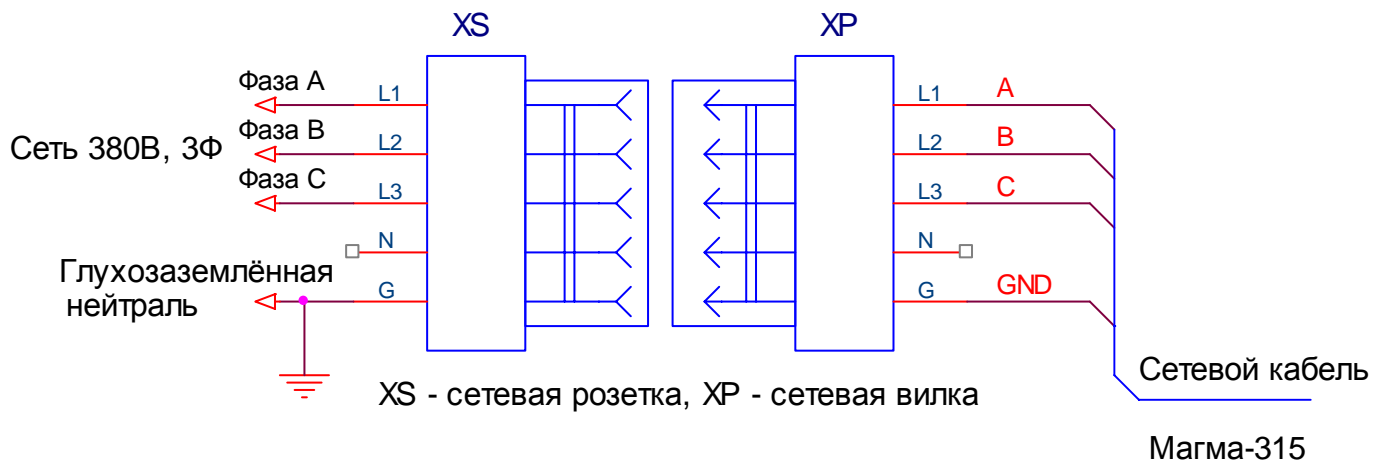

Рисунок 8 - Подключение источника к сети 380В, 3Ф.
- Зажим заземления подключите к свариваемому изделию и к плюсовой клемме источника, как показано на рис.8.